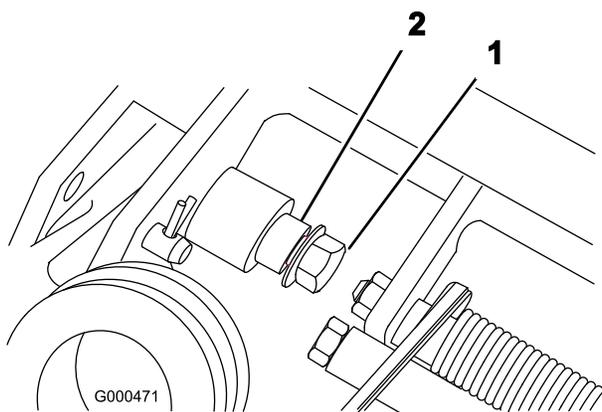

図 7
1. 機体左右のボルトとピボット・ピンからフランジ・ロックナットを外す (図 7)。